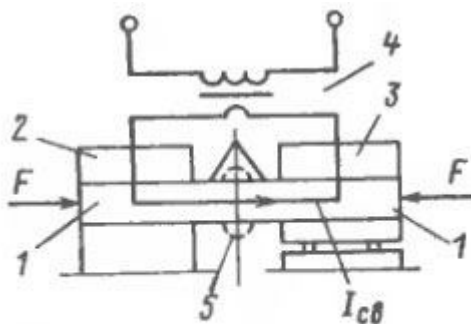

Рис. 21.1. Схема стыковой сварки
Стыковая сварка — способ контактной сварки, когда детали соединяются по всей площади касания (площади сечения). Детали 1 (рис. 21.1) закрепляют в токоподводящих зажимах 2, 3, один из которых (3) подвижной и связан с